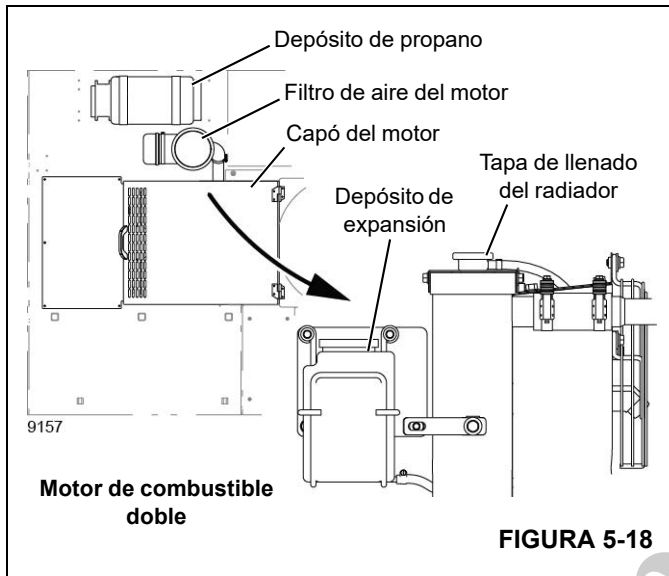

FIGURA 5-18
3. Para el motor de combustible doble (Figura 5-18):